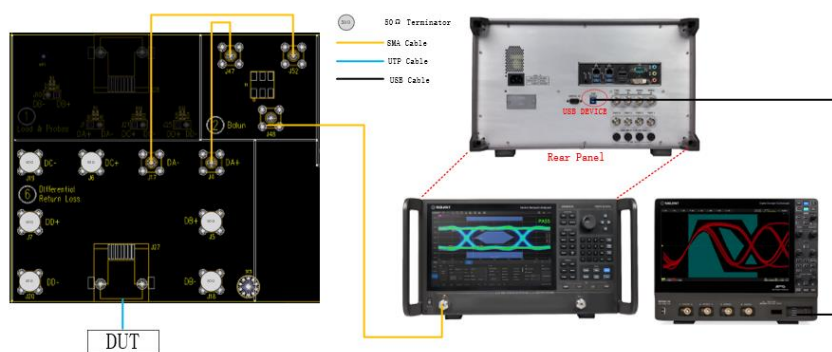
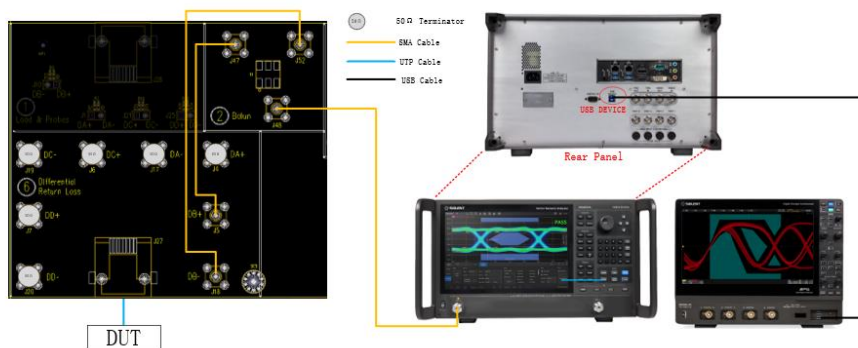

图 5-5 发射机回波损耗测试接线方式
图 5-6 接收机回波损耗测试接线方式
进行回波损耗测试时，需要使用到矢量网络分析仪，使用到测试夹具的区域②、区域⑥和校准件。发射机回波损耗的测试环境连接如图 5-5 所示，接收机回波损耗的测试环境连接如图 5-6 所示，对矢量网络分析仪进行校准方法及测试连接说明见对应章节。